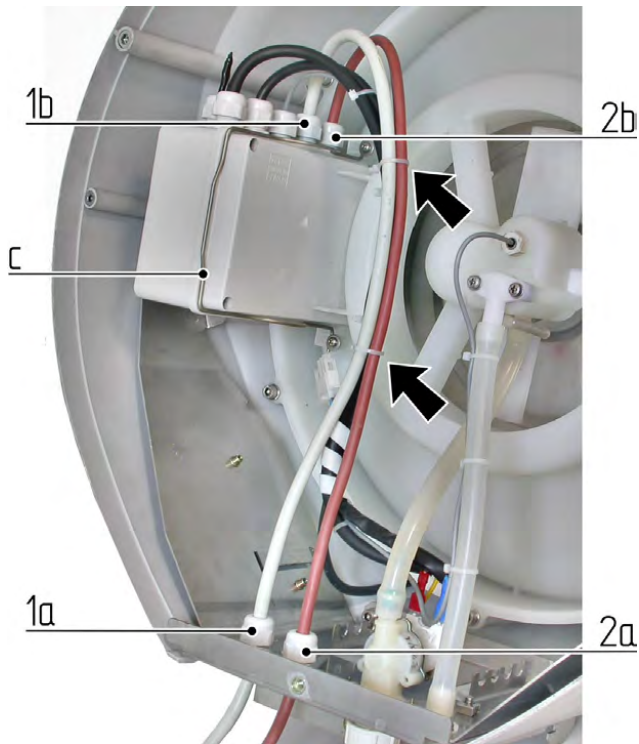

Fig. 15
Con referencia a la Fig. 15:
Al final de la instalación el interior de la máquina tendría que ser como se muestra en la Fig. 15
- Asegúrese de que todos los hilos estén colocados normalmente dentro de la máquina como se muestra en la Fig. 15.